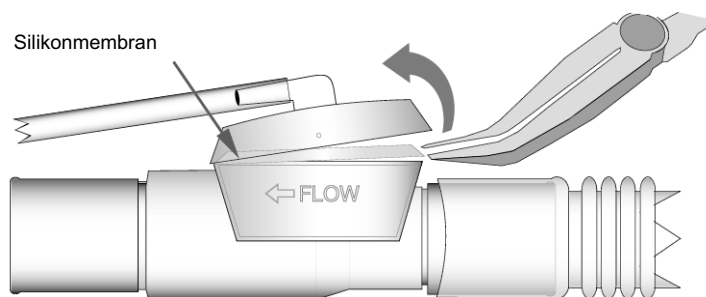

Abbildung D-1 Entfernen der Silikonmembran – Schlauchsystem für Kinder/Erwachsene
1. Öffnen Sie das Ausatemventil vorsichtig mit einem Hämostat oder einem Mundspatel, wie in der Abbildung D-1 dargestellt. Entfernen Sie zunächst die obere Abdeckung, und entfernen Sie die Silikonmembran. Legen Sie die Silikonmembran in einem sauberen Bereich ausschließlich auf Einwegschlauchsysteme. Versuchen Sie nicht, das folgende Verfahren bei einem wiederverwendbaren Schlauchsystem durchzuführen.